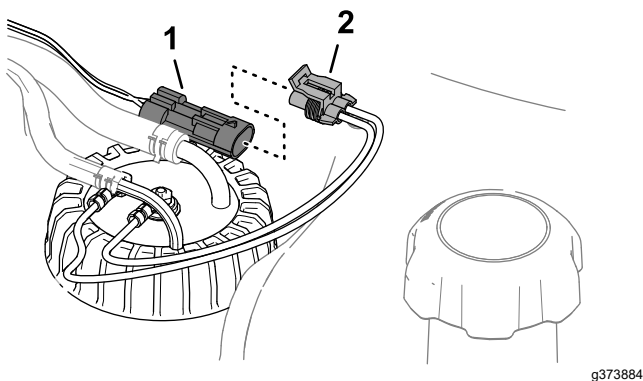

Figura 95
6. Enchufe el conector del arnés del sensor de combustible en el conector del arnés de cables de la máquina (Figura 95).